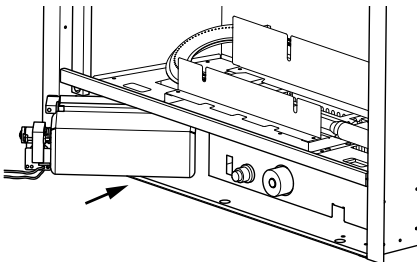

Figura 7 - Colocación del ventilador en chimenea
2. Inserte ventilador en el espacio inferior de la bandeja del quemador. Tenga cuidado de no tocar los cables en el interior (consulte figura 7).